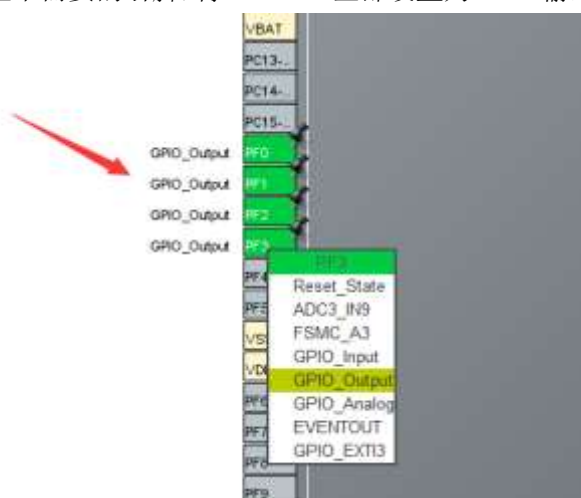

图 5.2.2 引脚配置
- (1) 根据上一节学习的实验内容，建立一个新的工程。并且配置好相关参数。
- (2) 生成工程文件并打，在相应的位置添加程序。
- (3) 打开实验平台，对工程文件进行仿真下载，查看指示灯的流水效果。
- 13) 按照实验一的方法，打开 STM32CubeMX，并创建一个新的工程，选择好使用的主芯片。开始配置实验中需要的引脚，将 PF0-PF3 全部设置为 GPIO 输出模式，如图 5.2.2。